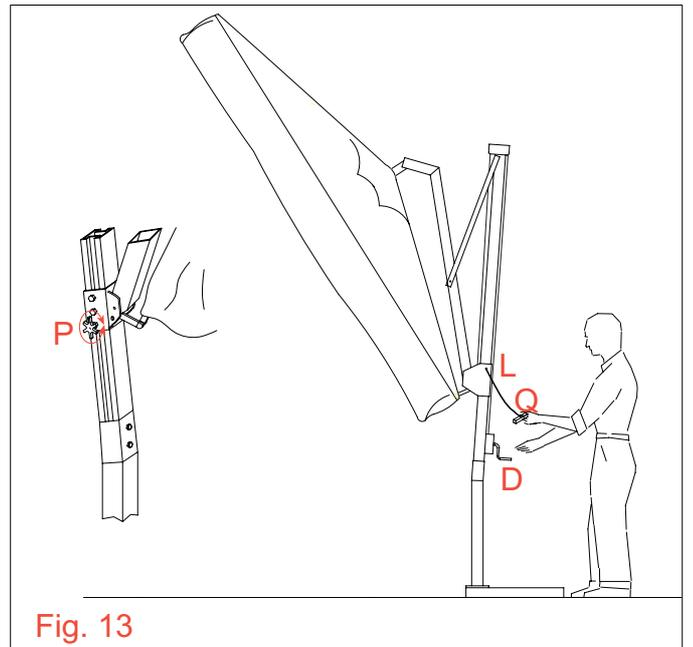

Fig. 13
2. (fig. 13) Quand l'inclinaison désirée est atteinte, tourner en sens horaire la manette (P) pour bloquer le support coulissant (L). Si nécessaire, tensionner la toile en tournant la manivelle (D) en sens horaire.
3. Pour porter la toile en position horizontale, débloquent le support coulissant (L) en tournant en sens anti-horaire la manette (P) et tournant la manivelle (D) en sens horaire.